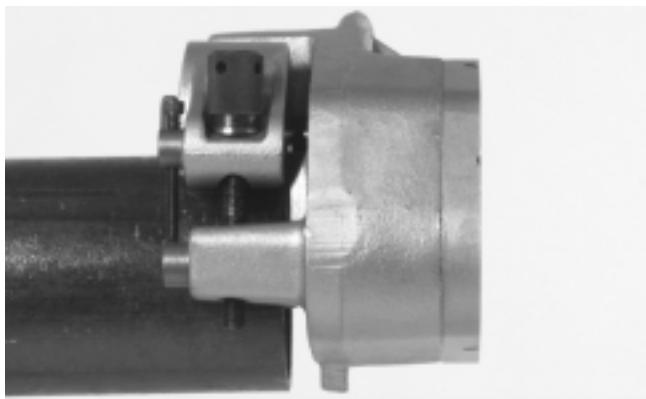

Figure 3 – Montage de la rainureuse sur le tuyau
- Montez la 915 en bout du tuyau en vous assurant que sa vis d'avancement reste accessible (*Figure 3*).